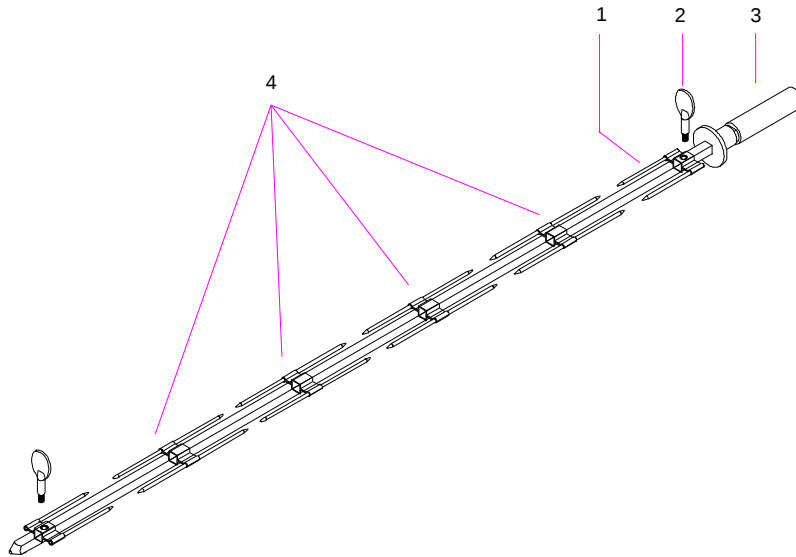

Fig.5
- Coloque el pincho sencillo (1) en la espada (3) hasta que este haga tope en la defensa de dicha espada y fíjelo con el tornillo (2) (ver fig.5).
- Coloque a continuación el pollo en la espada, fijándolo con el pincho que ha colocado previamente, introduzca en la espada en pincho doble (4) y un pollo, repita esta operación hasta cargar la espada y coloque por ultimo un pincho sencillo y fíjelo con su tornillo.